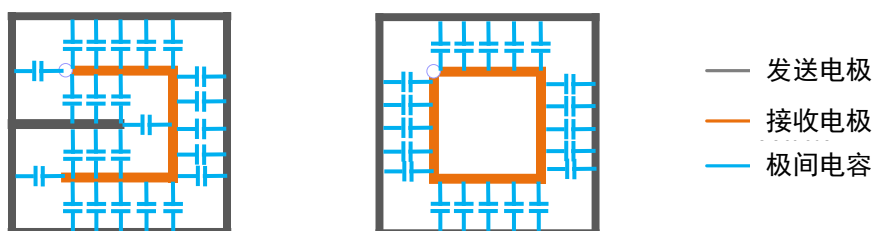

图3.7 极间电容的产生
1. 发送电极和接收电极的相向布线长度越大，耦合越强，因此极间电容也越大。极间电容的产生，如图 3.7 所示。